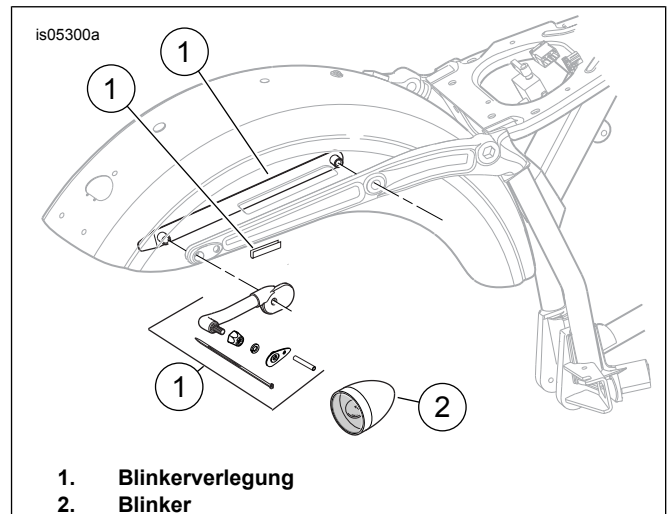

Abbildung 1. Blinkerumbausatz, FXDB
3. **FXDB-Modelle ab 2009:** Siehe Abbildung 1. Die im Blinkerumbausatz 68227-09 enthaltene Schutzblechstützhalterung verwenden.
2. Siehe Abbildung 1. Von der Unterkante der Satteltasche ungefähr 38 mm (1 1/2 in) abmessen. Den Reflektor horizontal ausrichten und die Reflektorhalterung behutsam zwischen den Taschenriemen zentrieren oder am hinteren Teil der Taschen ohne Riemen platzieren. Die Reflektorhalterung zur Übertragung der Farbenmarkierung sachte auf die Satteltasche aufdrücken. An den Stellen, an denen die Markierungen auf die Satteltasche übertragen wurden, kleine Löcher durch die Satteltasche bohren oder stanzen.